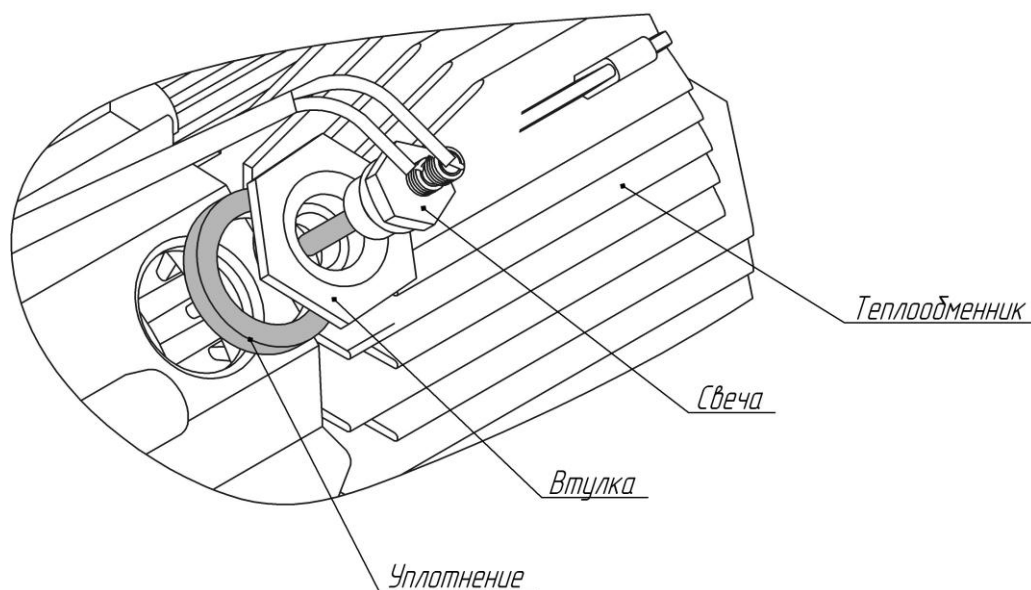

Рис. 4 – Свеча с монтажным комплектом
- вывернуть свечу (ключом S 27 удерживать втулку, ключом S 12 вывернуть свечу) рис.4;
Сетка предназначена для равномерной подачи топлива в камеру сгорания. При замене или проверке свечи необходимо проверять и сетку на наличие нагара или засорения. При обнаружении нагара сетку необходимо заменить. Для демонтажа сетки необходимо ключом S 27 выкрутить втулку (рис.4) и вынуть сетку из камеры сгорания. Установить с помощью оправки (рис. б) в штуцер камеры сгорания согласно рис.5 до упора (сетка должна коснуться испарителя в камере сгорания). Перед установкой сетки в штуцер необходимо прочистить отверстие $\varnothing 2,8$ мм (от возможного засорения), которое расположено на боковой цилиндрической поверхности штуцера.
- выкрутить свечу и втулку (рис. 4);